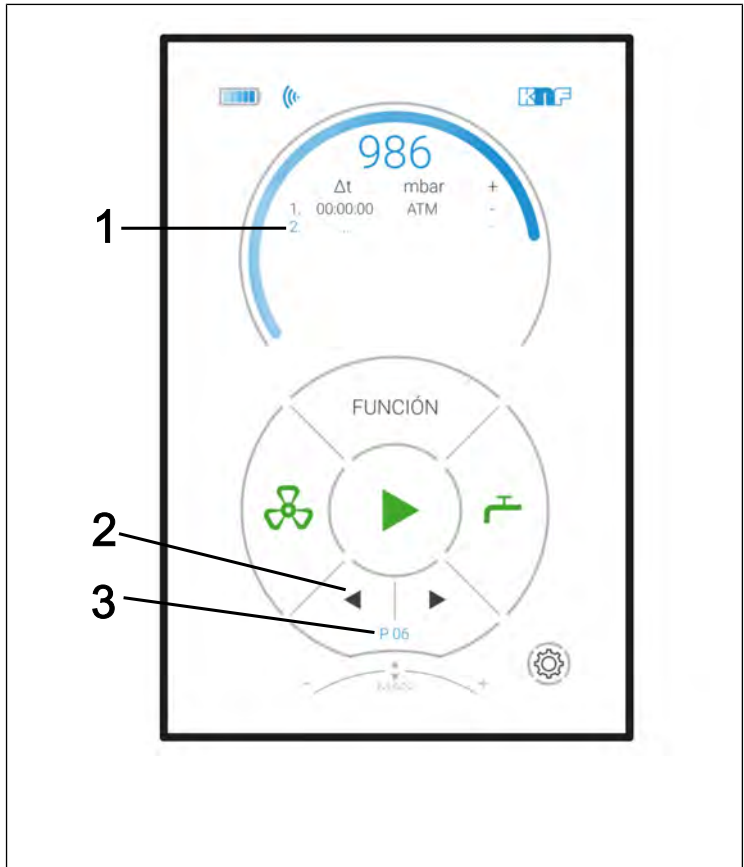

Fig.21: Menú del modo de funcionamiento Funcionamiento
Selección de filas (ver Fig. 21):
- Pulsar la tecla para seleccionar las tablas de vértices (flecha en Fig. 21/2) y seleccionar la tabla de vértices deseada. Ahora se ve la tabla de vértices previamente guardada en el número.
**i** Se pueden guardar hasta 10 tablas de vértices y recuperarlas si es necesario. El número de la pantalla (Fig. 21/3) indica la tabla de vértices actualmente seleccionada.